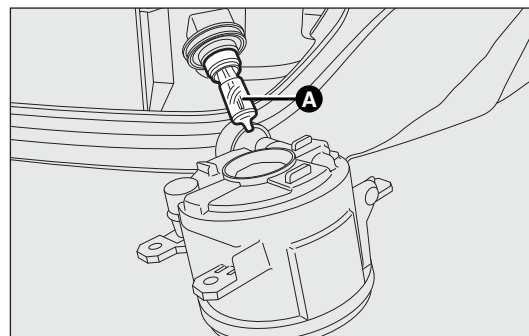

fig. I 45
- ☐ extraire l'ampoule A-fig. I 45 en la tournant dans le sens inverse aux aiguilles d'une montre et débrancher le connecteur électrique.